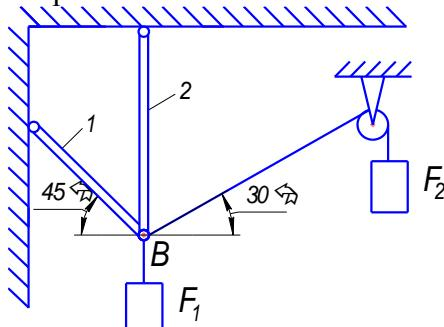

Рисунок 1
Пример 1. Определить реакции стержней, удерживающих грузы $F_1 = 70$ кН и $F_2 = 100$ кН (рис. 1). Массой стержней пренебречь.
1. Рассматриваем равновесие шарнира B (рис. 1).